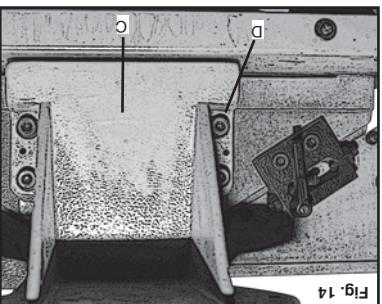

Fig. 14
2. Usando la llave provista, file la guarda de la polea (C) Fig. 14 a